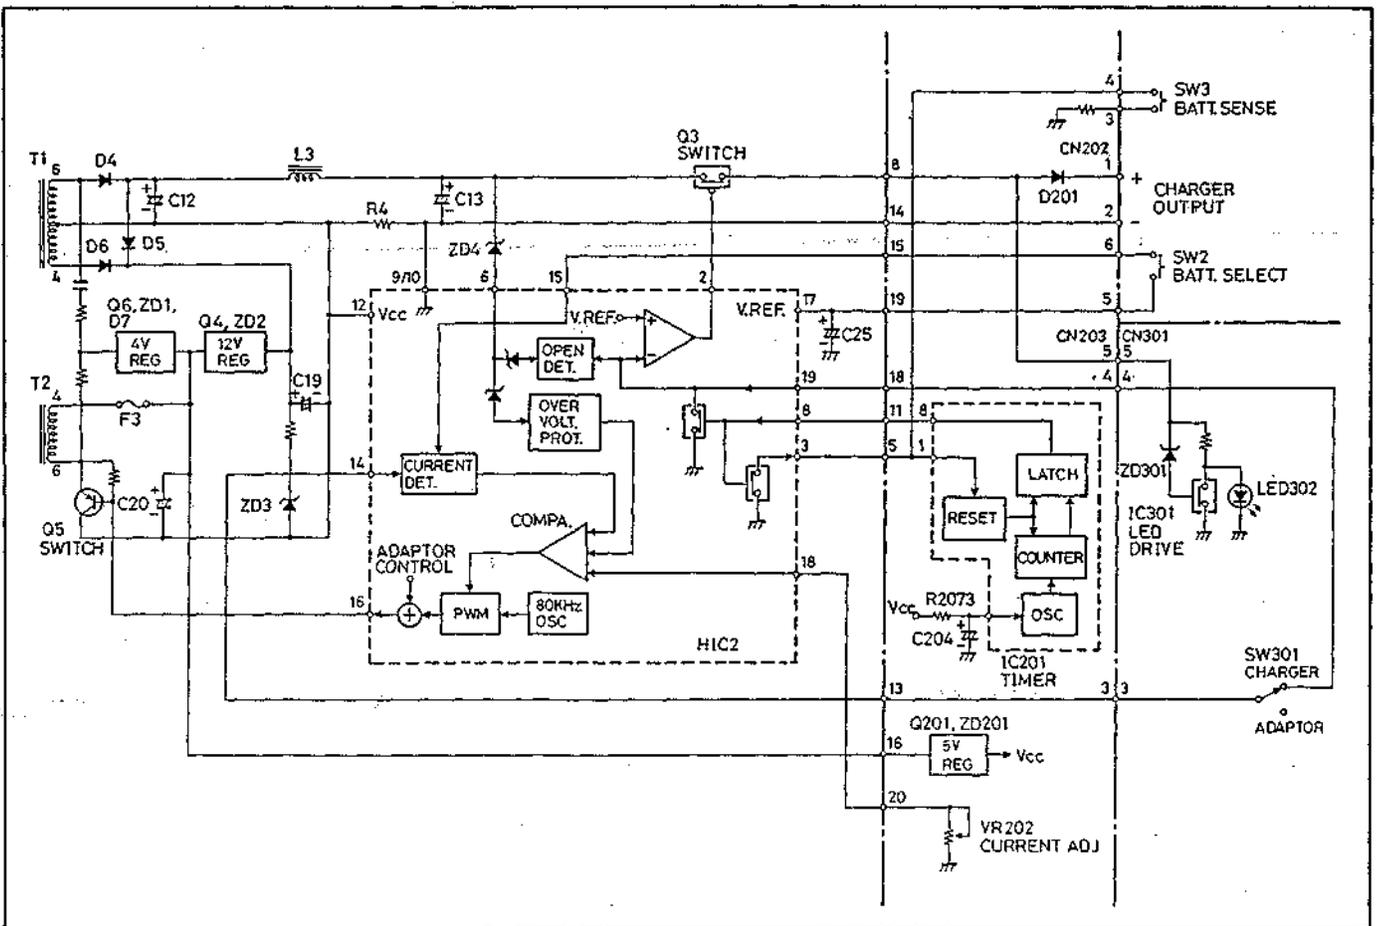

Abb. 8.3 Laderschaltung
4. Die Laderschaltung (Abb. 8.3)